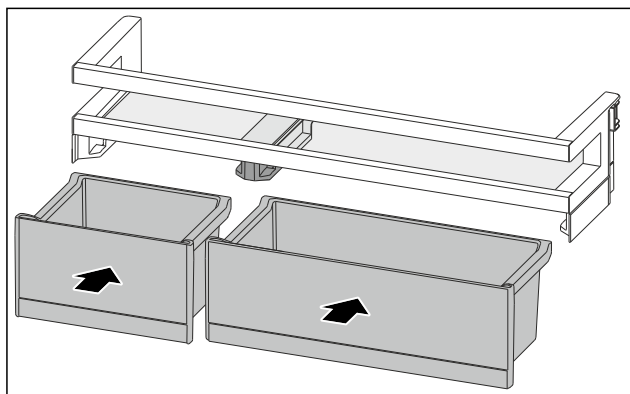

Fig. 129
- Inserire i VarioBox in posizione scambiata. (vedere Fig. 129)